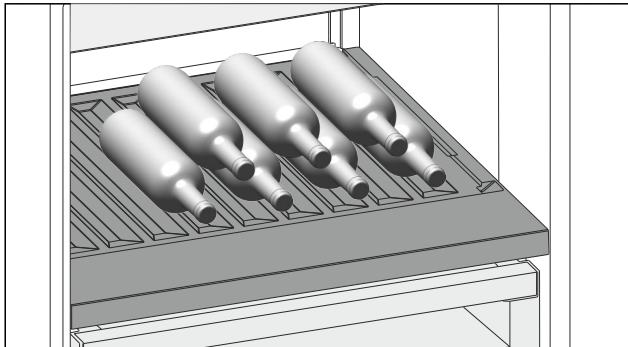

Fig. 166 Примерно изображение
- ▶ Поставете бутилките с дъното назад към задната стена. (виж Fig. 166)